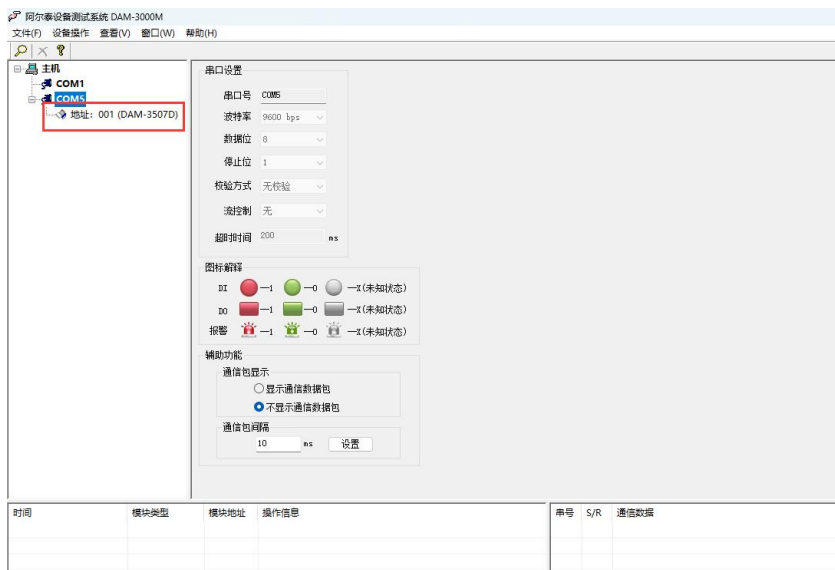

图 16
- 4) 如果需要修改模块信息，则双击如图 16 所示的左侧模块信息，出现以下界面，可以更改模块的波特率、地址，更改完成后需要点击修改按钮，然后重新连接模块。